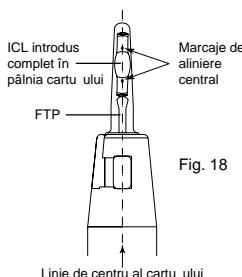

Fig. 18
- Verificați orientarea lentilei sub microscopul operator. Pâlnia transparentă a cartușului permite identificarea marcasajelor centrale a fiecarei părți a lentilei. Aceste marcasaje trebuie să fie vizibile în poziția orei 12 și să fie aliniate drept în jos prin axul cartușului. (Dacă nu există aliniere sau orientare corectă, ICL sau TICL ar putea fi răsucită, și trebuie să fie injectată în tava cartușului, iar procesul de încărcare trebuie reluat). (Fig. 18)